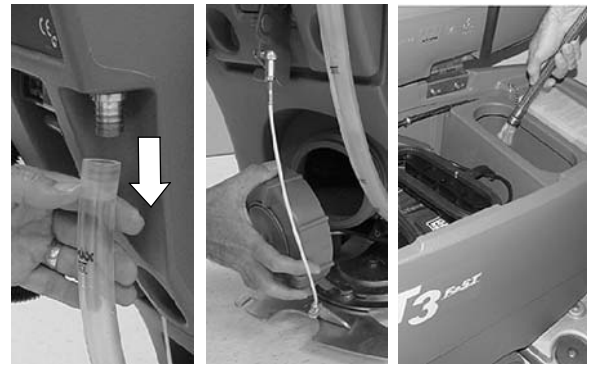

FIG. 39
3. Videz le réservoir de solution et rincez l'intérieur avec de l'eau (60° C maximum), le cas échéant (Figure 39)